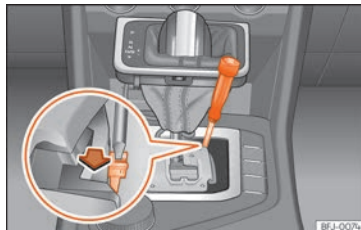

Abb. 248 Wählhebel: Notentriegeln aus der Parkstellung.
- Drücken Sie seitlich mit Hilfe der flachen Seite des Schraubendrehers auf die gelbe Taste und halten Sie sie gedrückt **>>> Abb. 248**.